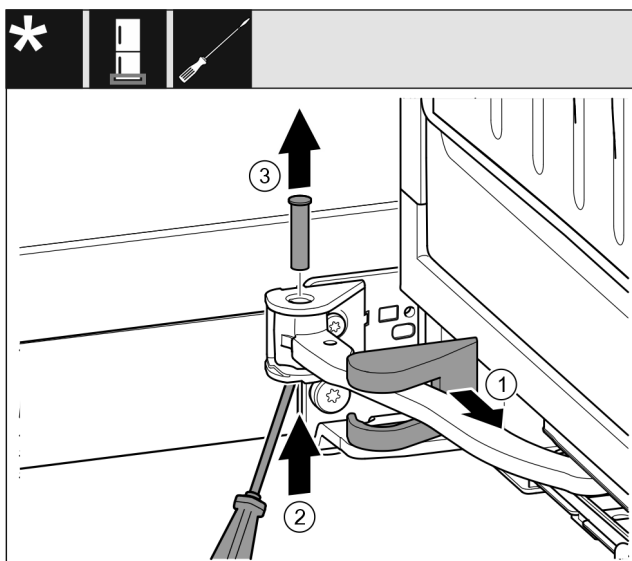

Fig. 14
- ▶ Skinite pokrov podloška ležaja Fig. 14 (1) i pomaknite ga uzduž zgloba.
- ▶ Odvijačem podignite svornjak Fig. 14 (2) odozgo.
- ▶ Izvucite svornjak Fig. 14 (3) odozgo.